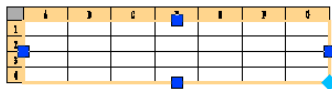

图 7.3.6 选取表格边界
Step3. 统一修改表格中各单元的宽度。双击表格，系统弹出“特性”窗口；选取表格边界（通过单击表格的左上角，如图 7.3.6 所示）后，在 **水平单元边距** 文本框中输入数值 0.5 后按 Enter 键，在 **垂直单元边距** 文本框中输入数值 0.5 后按 Enter 键；在空白区域单击取消表格边界选取，然后在图形区框选表格，在“特性”窗口 **表格高度** 文本框中输入数值 28 后按 Enter 键。